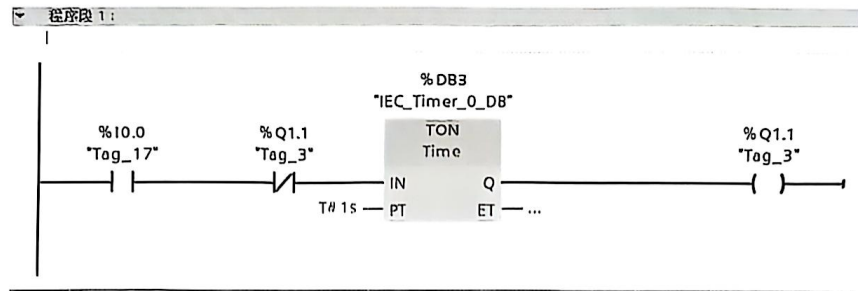

图 3-11 周期可调的脉冲信号发生器
1) 周期可调的脉冲信号发生器。如图 3-11 所示,定时器 TON 产生一个周期可调的连续脉冲。当常开触点 IO.0 闭合后,第一次扫描到 Q1.1 常闭触点是闭合的,定时器得电。经过 1s 后,定时器输出控制的 Q1.1 置位,同时它的常闭触点断开,定时器断电,使得 Q1.1 断电。下一个扫描周期,又会重新重复上述过程,这样就产生脉宽为一个扫描周